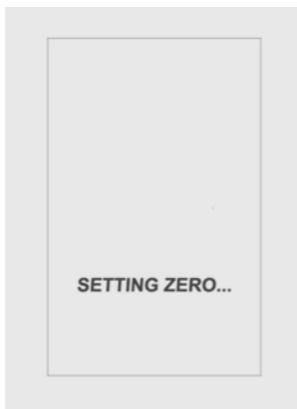

Ilustración 4
En este punto, el sensor del aparato se debería alejar de cualquier objeto 30 cm y luego hay que pulsar el botón (6) de nuevo. El aparato realizará el ajuste automático y pasará al modo de medición, consulte la ilustración 4.